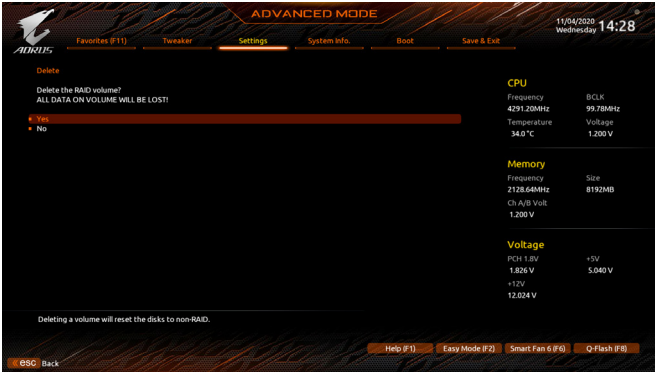

图7
若要清除已建立的磁盘阵列, 请至「Intel(R) Rapid Storage Technology」画面, 在要清除的磁盘阵列上按<Enter>进入「RAID VOLUME INFO」画面。接着在「Delete」选项上按<Enter>键进入删除画面。要删除磁盘阵列, 请在「Yes」项目按<Enter>键(图7)。